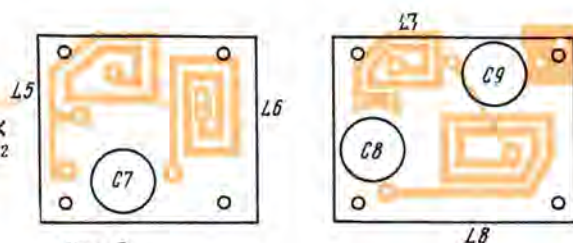

Рис. 2
*L3* намотана посеребренным проводом диаметром 1 мм и имеет пять витков с отводом от середины. Выводы от крайних витков пропущены сквозь отверстия в каркасе. Длина намотки — 15 мм. Катушка *L4* состоит из двух частей (по одному витку) того же провода, одетого во фторопластовую трубочку. Ее витки расположены между крайними витками *L3* и соединены параллельно. Катушка *L9* — бескаркасная. Она состоит из 5,75 витка посеребренного провода диаметром 1 мм, длина намотки — 10 мм, внешний диаметр — 8 мм, отвод — от 0,25-го витка сверху (по схеме). Катушки *L5*—*L8* выполнены печатным способом (рис. 2).
По отношению к схеме, приведенной на рис. 2, на плате 8 введен дополнительный блокировочный конденсатор 8C51 емкостью 0,033 мкФ. Он включен между левым по схеме выводом дросселя 8L21 и общим проводом. Аналогичный конденсатор 6C51 введен на плате 6. Номинал конденсатора 4C8 на плате 4 уменьшен до 68 пФ.